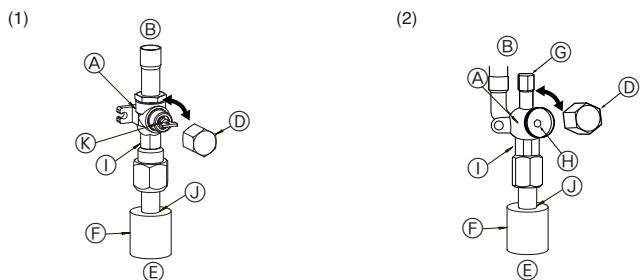

Fig. 4-5
#### (1) Сторона с газом P71-140 (Fig. 4-5)
- ① Снимите колпачок, потяните ручку на себя и поверните на 1/4 оборота против часовой стрелки для открытия.
- ② Убедитесь в том, что запорный кран полностью открыт, надавите на ручку и поверните колпачок в первоначальное положение.